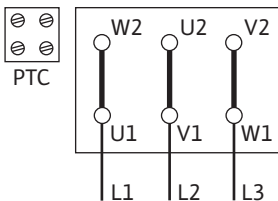
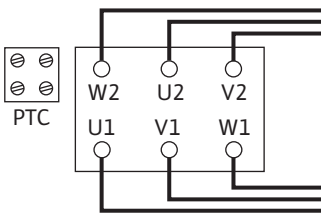

Fig. 10: Y-Δ 기동
Fig. 11: Δ 결선
- 메인 연결은 모터 출력 P2, 전원 및 활성화 유형에 따라 달라집니다. 터미널 박스에 필요한 연결 브릿지 결선은 다음 표와 Fig. 10 및 Fig. 11에서 확인할 수 있습니다.
Y-Δ 기동(기본)	터미널 브릿지를 제거하십시오(Fig. 10).
소프트 스타터를 통한 기동	Δ 결선(Fig. 11)